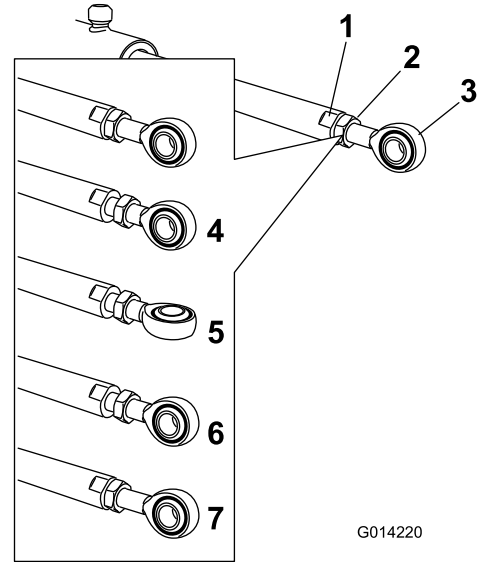

**Figura 63**
2. Retire la chaveta del pasador de giro (Figura 63).
3. Levante el brazo, retire el pasador (Figura 63), y baje el brazo lentamente al suelo.
9. Sujetando el brazo, introduzca el pasador a través del pivote del brazo y del émbolo del actuador (Figura 63).